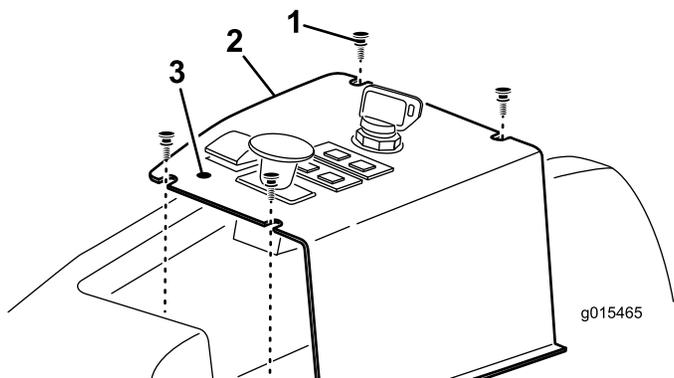

Figura 12
1. Individuate esattamente e forate l'adesivo del pannello di controllo, davanti all'interruttore di SOLLEVAMENTO, per mostrare il foro di montaggio della leva di BLOCCAGGIO SOLLEVAMENTO (Figura 12).
2. Rimuovete le 4 viti che fissano il pannello di controllo alla macchina (Figura 12).